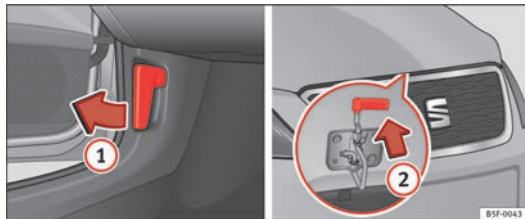

Fig. 107 Udløserarm i førerfodrummet og under motorhjelmen
- Træk armen under instrumentpanelet i pilens retning ① ⇒ Fig. 107.
- Tryk vippeknappen, der er placeret under motorhjelmen, opad ⇒ Fig. 107 ②. Derved bliver sikkerhedskrogen udløst.